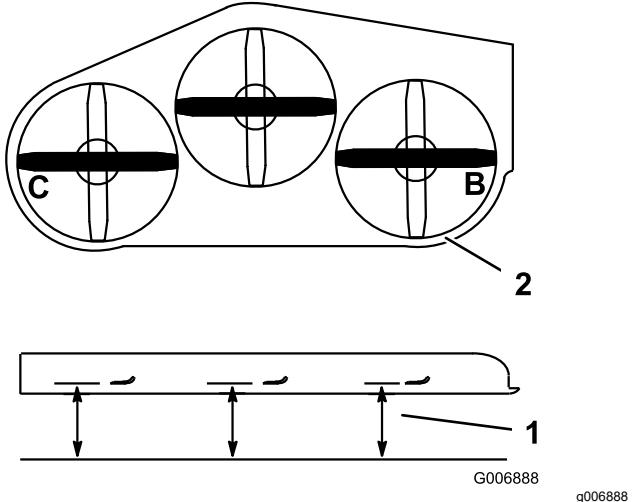

Figure 81
- Aux points **B** et **C**, mesurez l'écart entre une surface plane et le tranchant de la pointe des lames (Figure 81).